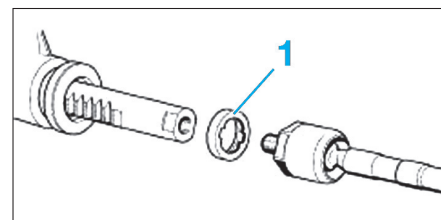

Fig. 12
- Remplacer le limiteur (1) sur le boîtier de direction (Fig.12).